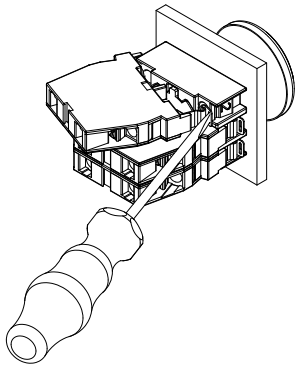
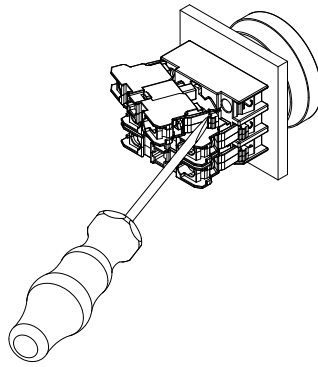

Fig. 8
Fig. 9
1. El desmontaje de los elementos de contacto EF se realiza con ayuda de un destornillador plano del tamaño 2 (véase fig. 8). Desmontaje de los elementos de contacto RF se realiza con ayuda de un destornillador plano con el ancho recomendado de 5,5 mm (véase fig. 9).